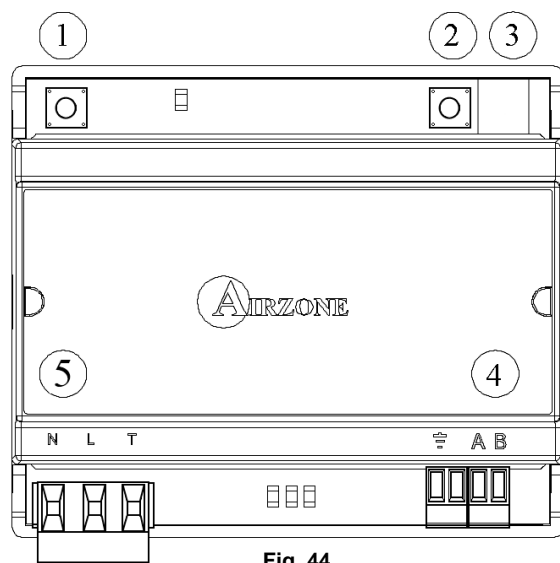
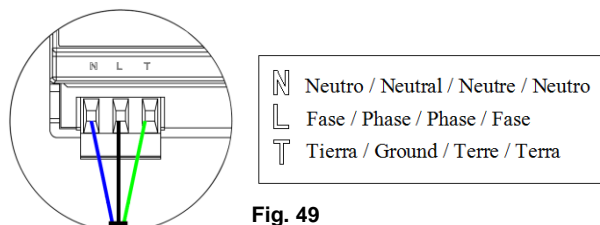

Fig. 44
Fig. 49
Controlador mediante navegador Web, para la gestión de los sistemas de una instalación. Conexión con dispositivos vía WiFi (AZXWEBSERVERAPP) o router (AZXWEBSERVERAPPC). Alimentación externa a 230 Vac. Montaje en carril DIN (Fig. 44).
El servidor Web es un elemento que se conecta al bus domótico de la central o a la borna de salida de bus domótico en la central de control CCP (Fig. 49).
La conexión de alimentación eléctrica al módulo la realizaremos mediante una borna de 3 pines ubicada en la parte inferior izquierda del módulo (Fig. 44) ④. Para ello fije el cable con los tornillos de la borna, **respetando la polaridad de las bornas** (Fig. 49).